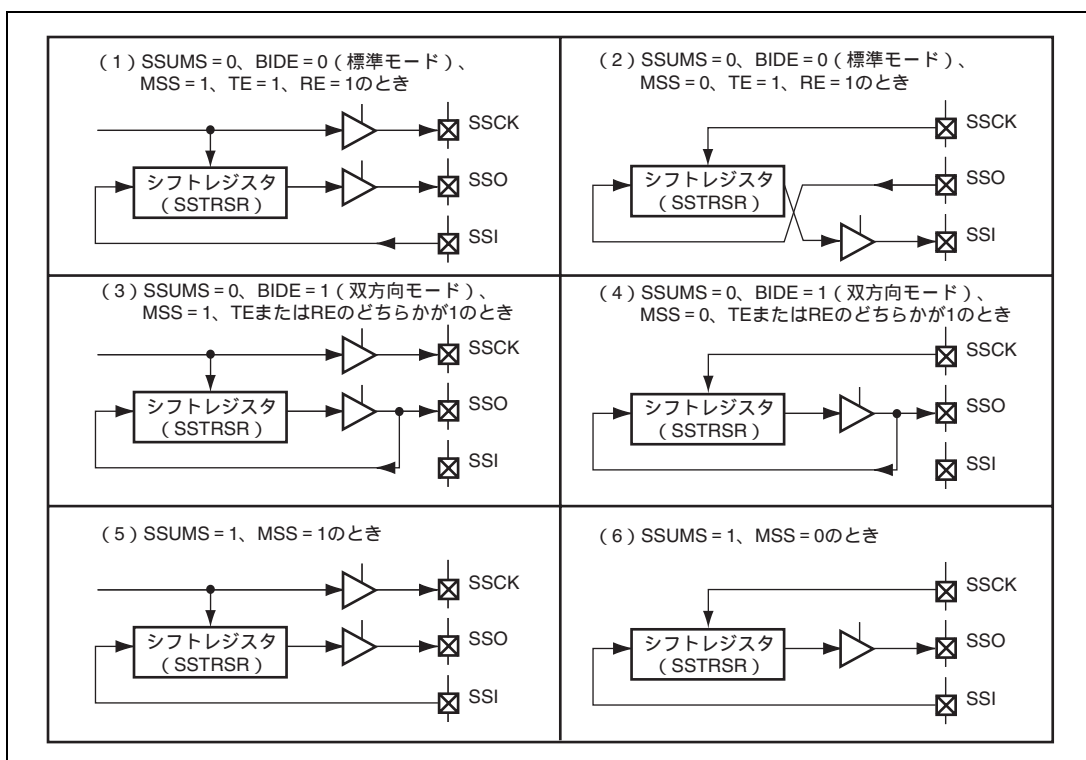

図 14.3 データ入出力端子とシフトレジスタの関係
SSCRH の MSS、BIDE と、SSCRL の SSUMS の組み合わせにより、データ入出力端子と SS シフトレジスタ (SSTRSR) の接続関係が変わります。これらの接続関係を図 14.3 に示します。
SSU は、BIDE=0、MSS=1 (標準、マスタモード) で動作しているとき、SSO 端子からシリアルデータを送信し、SSI 端子からシリアルデータを受信します (図 14.3 (1))。また、BIDE=0、MSS=0 (標準、スレーブモード) で動作しているとき、SSI 端子からシリアルデータを送信し、SSO 端子からシリアルデータを受信します (図 14.3 (2))。
BIDE=1 (双方向モード) では、マスタモード、スレーブモードにかかわらず、SSO 端子からシリアルデータの送信または受信を行います (図 14.3 (3)、図 14.3 (4))。
SSUMS=1 で動作しているとき、SSO 端子からシリアルデータを送信し、SSI 端子からシリアルデータを受信します。MSS=1 のときは SSCK 端子から内部クロックを出力し、MSS=0 のときは SSCK 端子は入力端子となります (図 14.3 (5)、図 14.3 (6))。